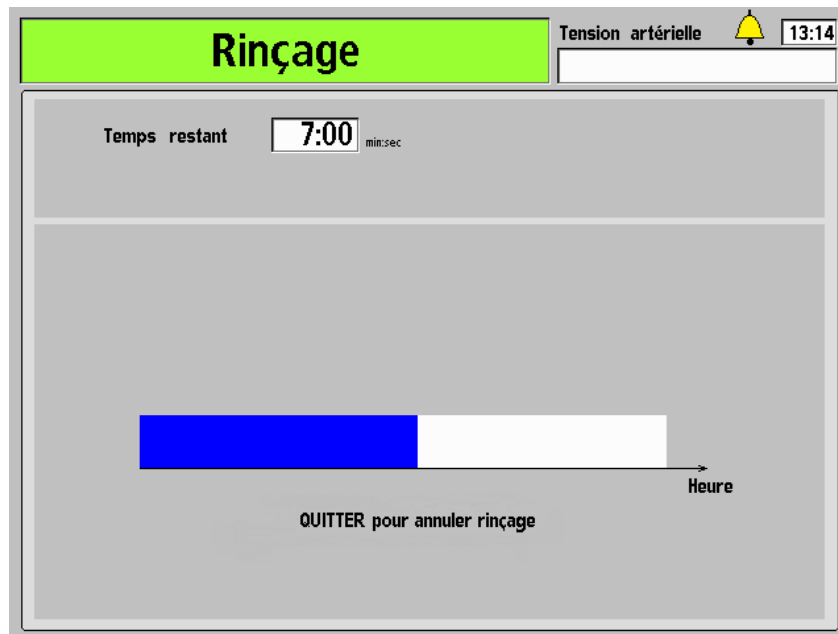

Figure 92 – Écran « Rinçage »
2. À partir de l'écran « Sélectionner programme », sélectionnez le bouton **Rinçage**. L'écran « Rinçage » s'affichera (reportez-vous à la Figure 92). La progression du rinçage est indiquée par une barre horizontale.